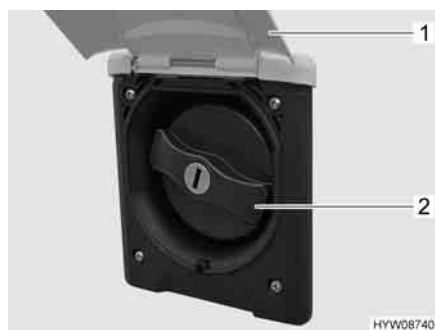

Fig. 95 Coperchio per bocchettone di riempimento dell'acqua potabile
- Sollevare lo sportello esterno (Fig. 95,1).
- Ruotare il coperchio blu (Fig. 95,2) di un quarto di giro.